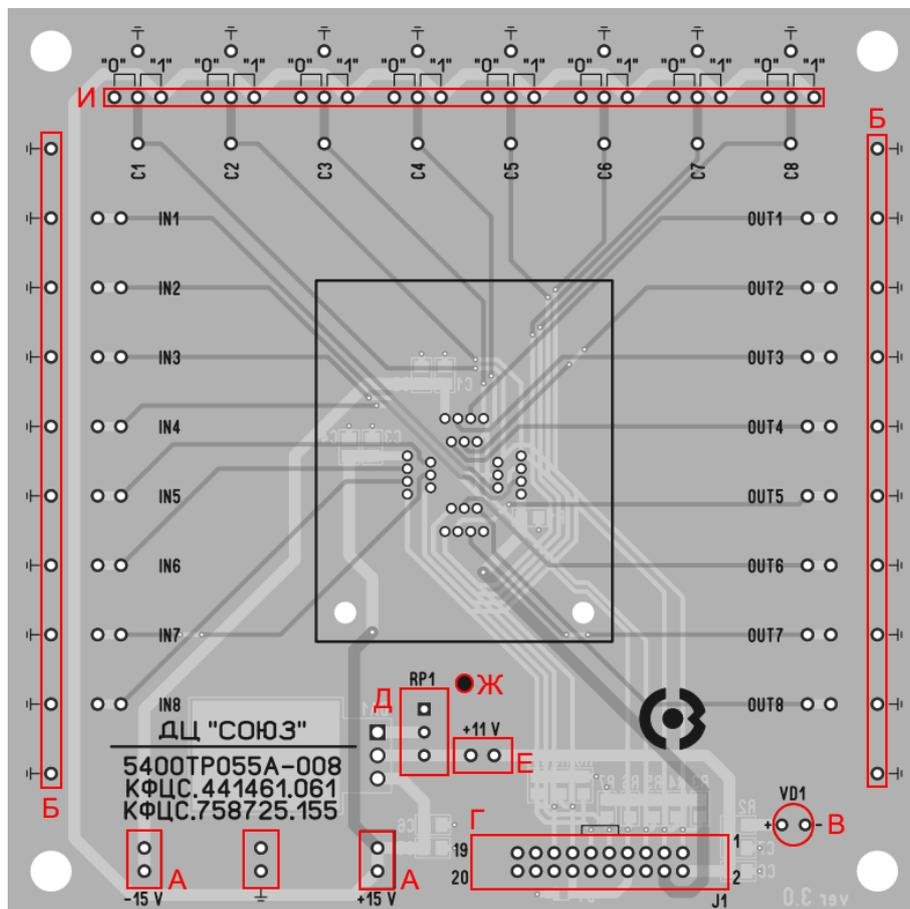

Рисунок 2. Отладочная плата КФЦС.441461.061
- Убедитесь, что подключили шлейф правильно. Для корректного подключения программатора к отладочной плате следует первый вывод шлейфа (обозначен красным цветом) подключить к первому выводу на отладочной плате согласно рисунку шелкографии (Рисунок 2 – «Г»).
3. Подайте питание на плату +15 В и –15 В. Установите ограничение по току 300 мА (Рисунок 2 – «А»). Ток потребления отладочного комплекта без микросхемы ~42,0 мА;
3. Подайте питание на плату  $\pm 15$  В (Рисунок 2 – «А»). Установите ограничение по току 300 мА;